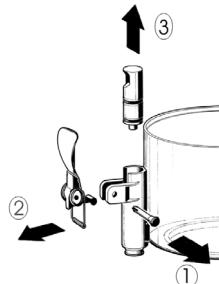

Bild 1
zerlegen (siehe Abbildung 1).
- 3 Den Hahn an den Behälter anbauen; dabei mit Bezug auf die Zerlegung in der umgekehrten Reihenfolge vorgehen (siehe Abbildung 1).